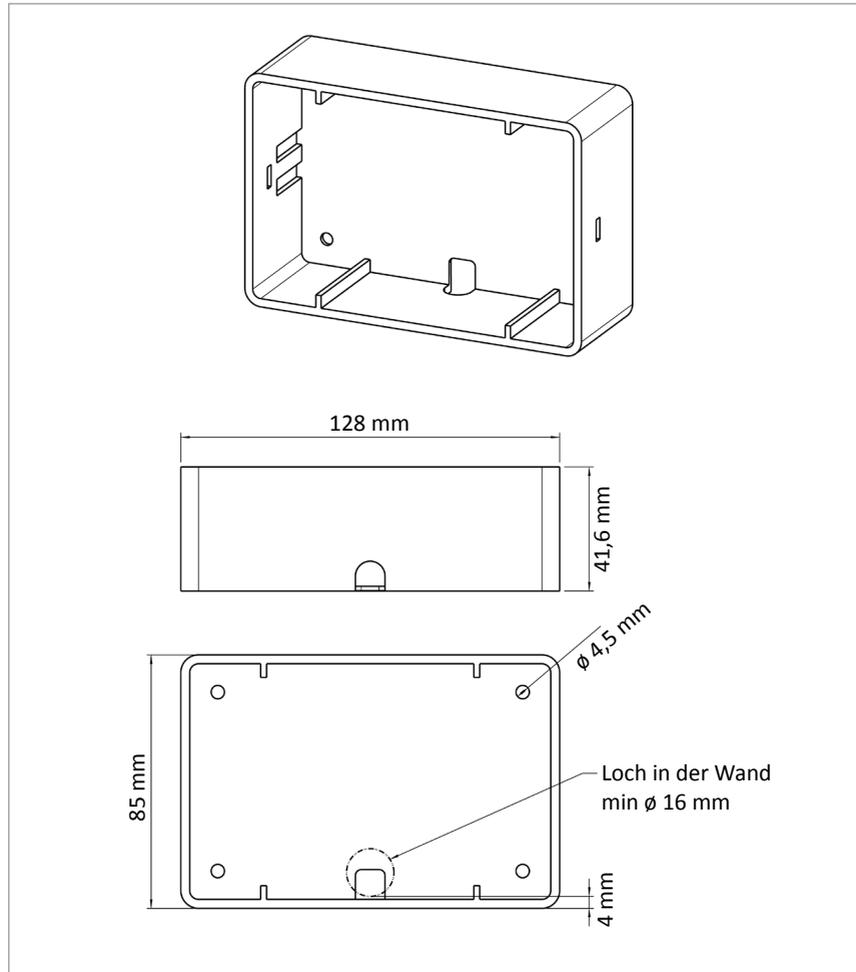

Abb. 8: Abmessungen des Aufputzgehäuses
2. Loch (\varnothing 16 mm) für Kabeldurchführung, entsprechend den Maßen in Abbildung 8 bohren.